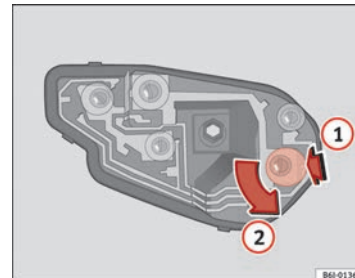

Abb. 164 Glühlampenersatz Rückleuchten
- Nach dem Abnehmen des Lampenträgers nach unten in Richtung des Pfeils **(1)** drücken und gleichzeitig in Richtung des Pfeils **(2)** ⇒ **Abb. 164** drehen.